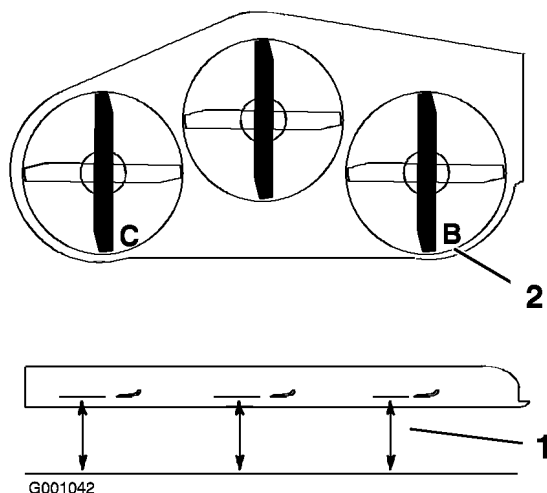

Figura 57
1. Coloque la cuchilla **derecha** en posición longitudinal (Figura 57).
2. Mida la cuchilla derecha en la posición **B** desde una superficie nivelada hasta el filo de corte del extremo de la cuchilla (Figura 57).
4. Coloque la cuchilla izquierda en posición longitudinal (Figura 57).
5. Mida la cuchilla izquierda en la posición **C** (Figura 57) desde una superficie nivelada hasta el filo de corte del extremo de la cuchilla.